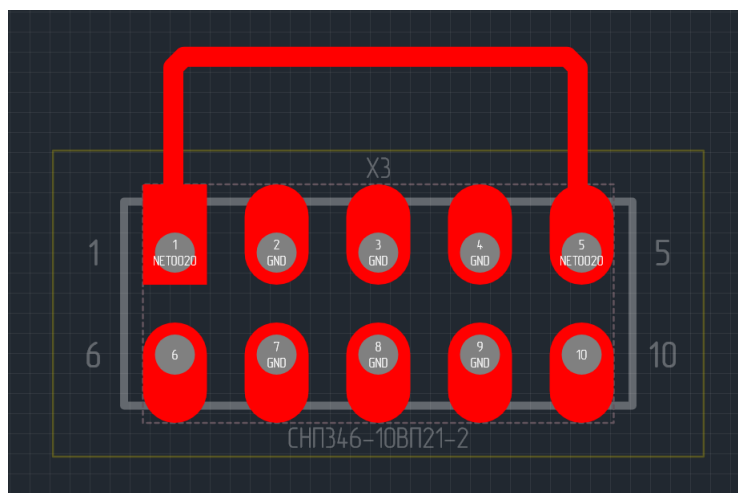

Рис. 212 Трек с требуемой траекторией
3. Повторите действия, описанные в пунктах 1 и 2, пока не будет сформирована требуемая траектория трека, см. Рис. 212.